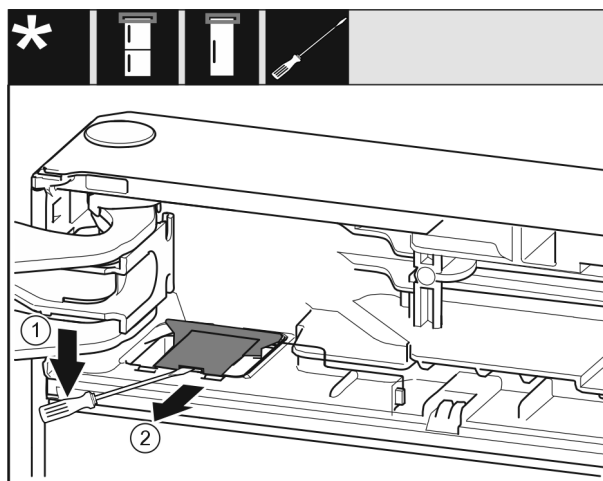

Fig. 14
- Plochým šroubovákem uvolněte kryt Fig. 14 (1).
- Vyjměte kryt Fig. 14 (2).